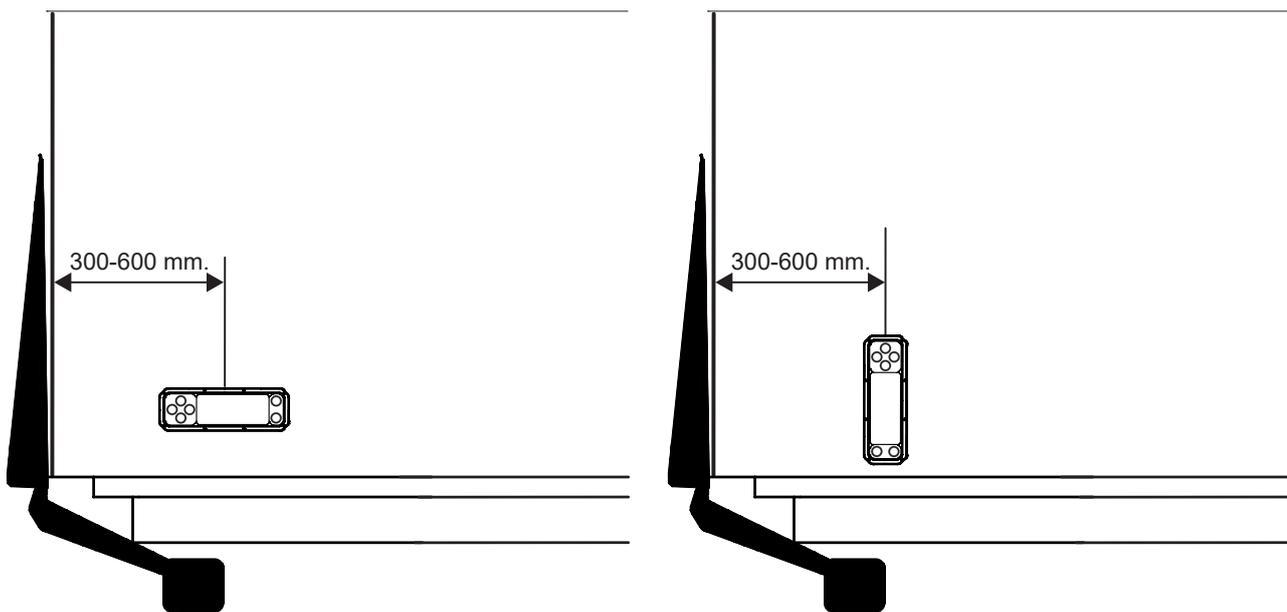

Abbildung 62. Montage der Bedieneinrichtung
5. Die Bedieneinrichtung anschließend am Schrank montieren. Siehe Abbildung 62